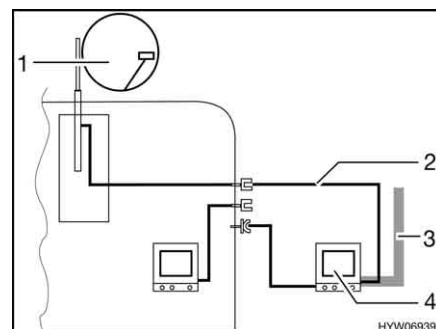

Bild 160 TV im Vorzelt
- TV im Vorzelt (Bild 160,4): Anschluss an Dachantenne (Bild 160,1) mit Verbindungskabel (Bild 160,2)
- TV im Vorzelt (Bild 160,4): Anschluss an externe Antenne (Bild 160,3)